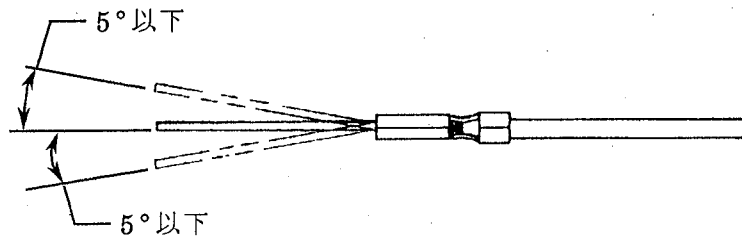

Fig. 4
B. 絶縁被覆むきした単線の上下への曲げは、Fig. 4に示した限度以内であること。